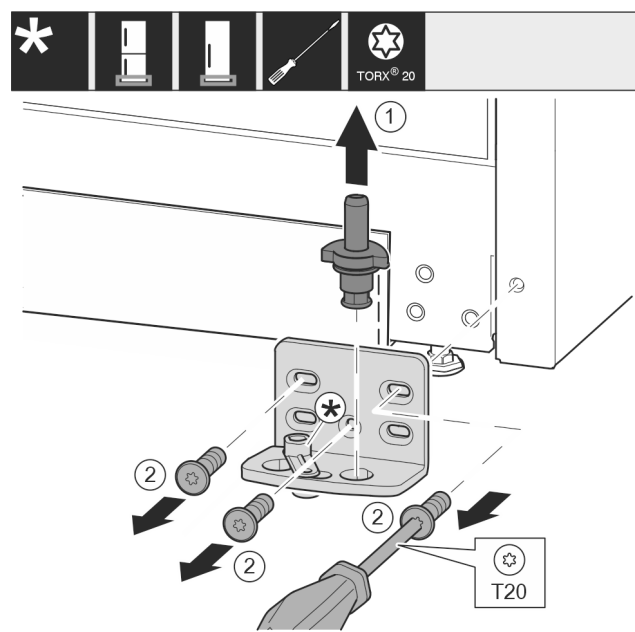

Fig. 14
- Estrarre completamente il perno di supporto verso l'alto. Fig. 14 (1)
- Svitare le viti con il cacciavite T20 e rimuovere il blocco di supporto. Fig. 14 (2)